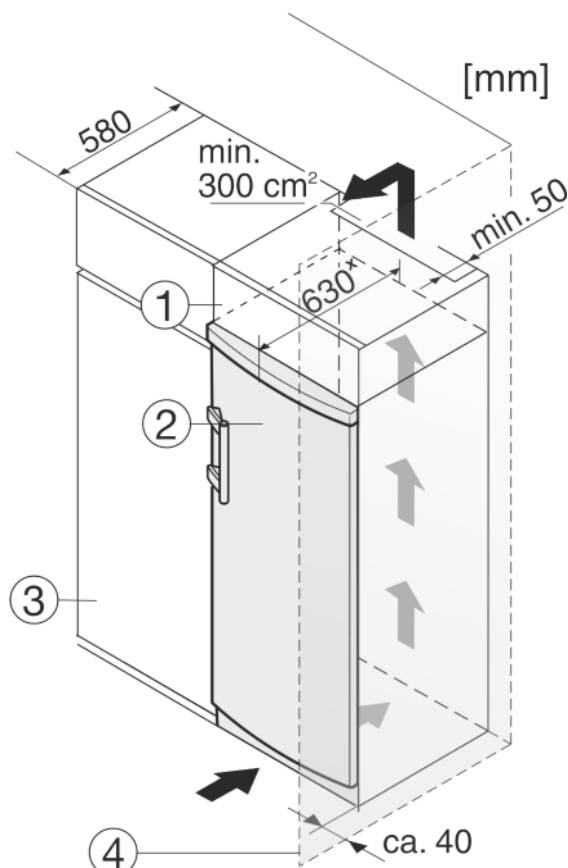

Fig. 10
- (1) Дополнительный шкафчик
- (2) Устройство
- (3) Кухонный шкаф
- (4) Стенка
Устройство может быть окружено предметами кухонной обстановки. Чтобы уравнивать устройство Fig. 10 (2) по высоте с кухонной стенкой, можно установить над устройством соответствующий дополнительный шкафчик Fig. 10 (1).
При комбинировании с кухонными шкафами (глубина макс. 580 мм) устройство можно установить непосредственно рядом с кухонным шкафом Fig. 10 (3). Устройство выступает сбоку на 34 мм* и по центру на 50 мм* относительно передней стенки кухонного шкафа.
Если устройство установлено на шарнирах у стены *Fig. 10 (4)*, то расстояние между устройством и стеной должно быть не менее 40 мм. Настолько выступает ручка при открытой двери.